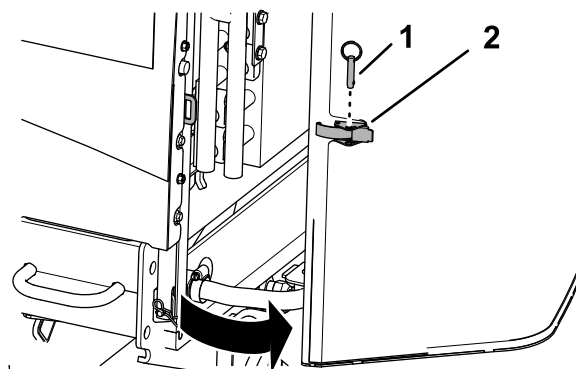

Bild 66
1. Entfernen Sie den Kuglstift von der Gitterverriegelung (Bild 66).